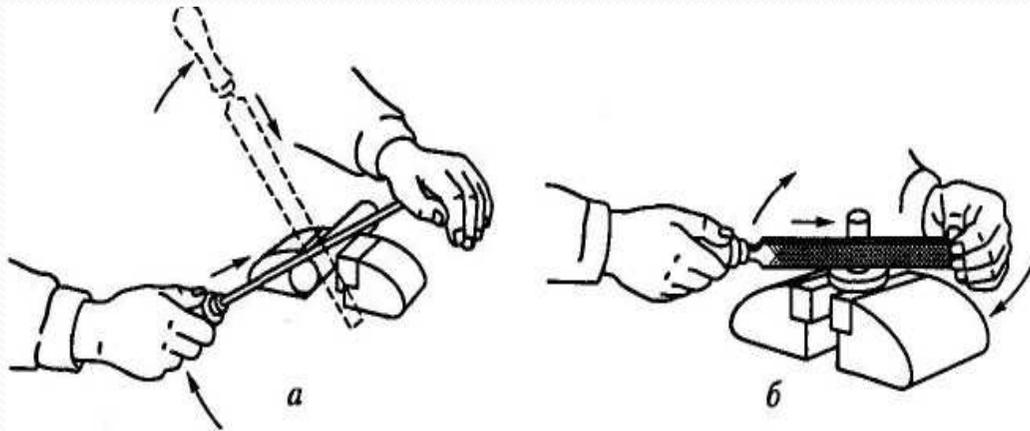

Рис. 3.17. Опиливание круглого стержня:
поднят вверх, рукоятка опущена вниз (рис. 3.17, а);
-при опиливании цилиндрического валика (стержня), закрепленного вертикально: в начале рабочего хода - носок напильника направлен влево; в конце рабочего хода - носок напильника направлен вперед (рис. 3.17, б);